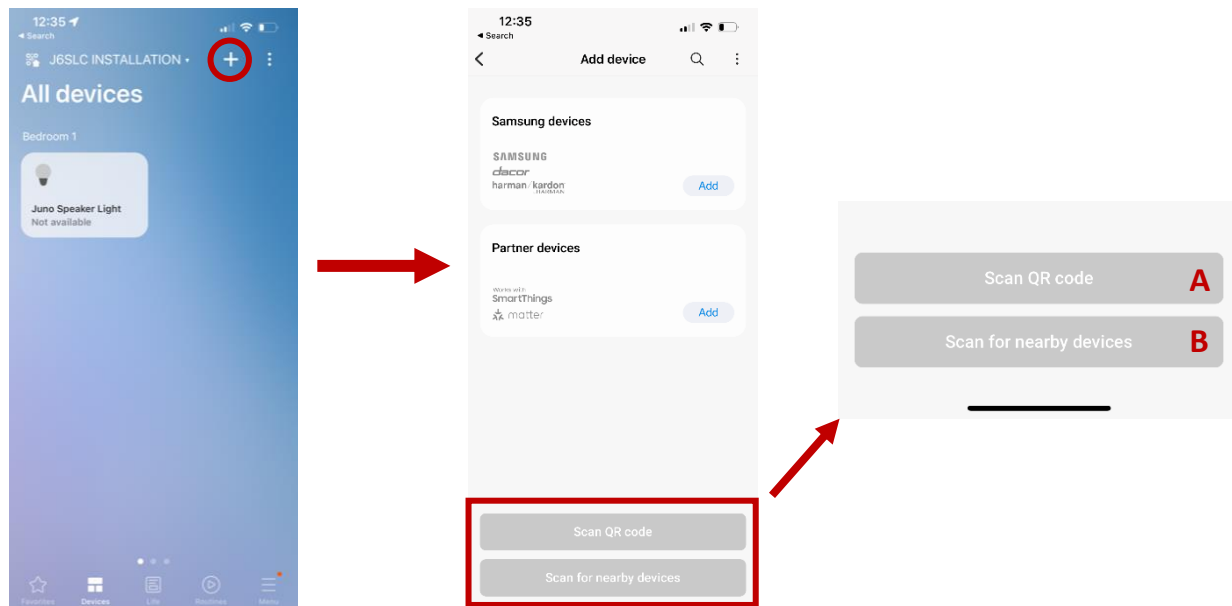

Figura 8
3. Conecte la luminaria a la aplicación SmartThings seleccionando el signo "+" en la esquina superior derecha de la interfaz y seleccione "add device" (añadir dispositivo). Utilice uno de los métodos siguientes para conectar la luminaria. (Figura 8)